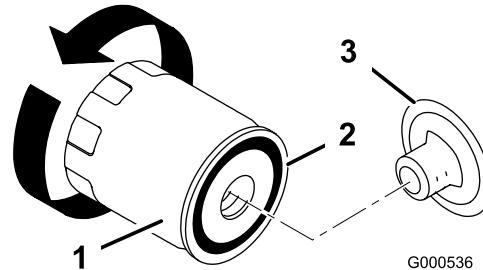

Figura 37
9. Cambie el filtro de aceite, si es necesario (Figura 37).
2. Retire el filtro usado y límpie con un paño la superficie de la junta del adaptador del filtro (Figura 37).
3. Aplique una capa fina de aceite limpio a la junta de goma sobre el filtro nuevo (Figura 37).
4. Instale el filtro de aceite nuevo en el adaptador del filtro. Gire el filtro de aceite en el sentido de las agujas del reloj hasta que la junta de goma entre en contacto con el adaptador del filtro, luego apriete el filtro media o tres cuartos de vuelta más (Figura 37).